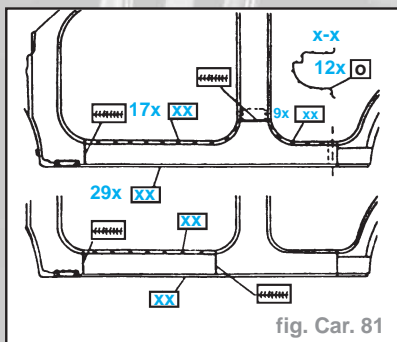

fig. Car. 81
- la tôle latérale extérieure - découper suivant l'étendue du dommage, à peu près à l'endroit représenté en vue d'un remplacement complet ou partiel (fig. Car. 81).